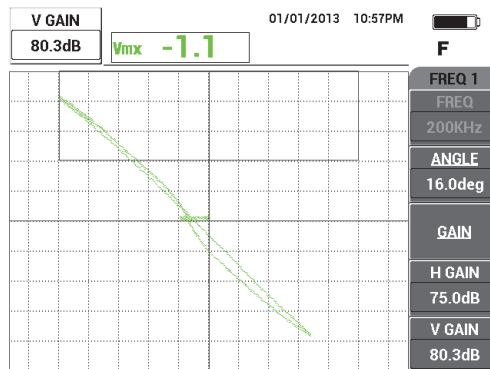

Abbildung 5-58 Vertikal erstreckende Signale auf dem Bildschirm
- Drücken Sie dreimal die Direktzugriffstaste **GAIN (dB)**, um den Parameter **V VERST** aufzurufen. Erhöhen Sie mit dem Drehknopf die vertikale Verstärkung bis die Signale ca. 80 % der Bildschirmhöhe erreichen (siehe Abbildung 5-58 auf Seite 182).